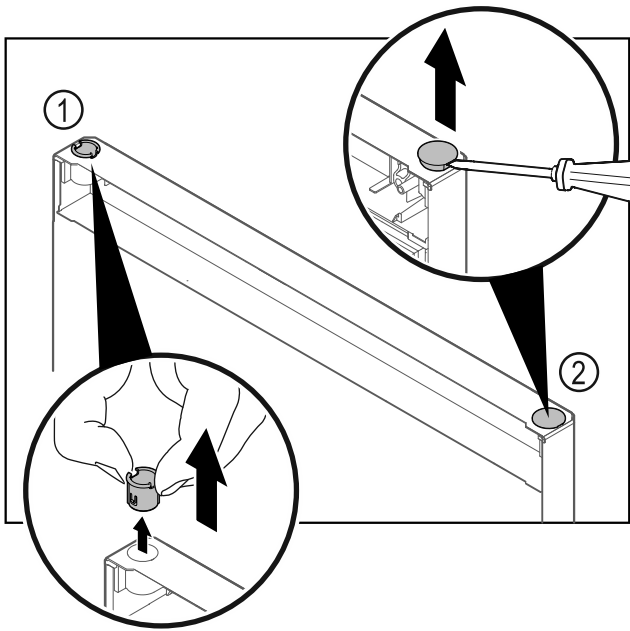

Fig. 18
- ▶ 用手指拔出合页衬套 Fig. 18 (1)。
- ▶ 用带槽螺丝刀小心撬起盖塞 Fig. 18 (2)并将其拔出。